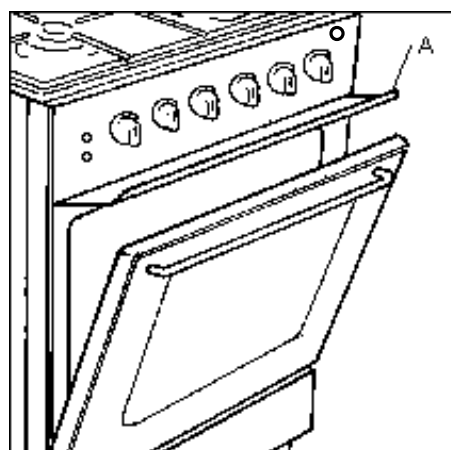

fig. 8
1. Ouvrez la porte du four et mettez le déflecteur « A » en place (fig. 8).